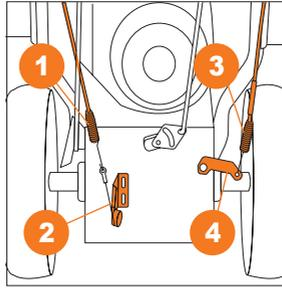

Рис. 4.1
- Зацепите левый тросик привода на колеса **1** в специальном кронштейне **2** в нижней части машины (Рис. 4.1).
- Зацепите правый тросик привода на щетку **5** в специальном кронштейне **4** в нижней части машины (Рис. 4.1).